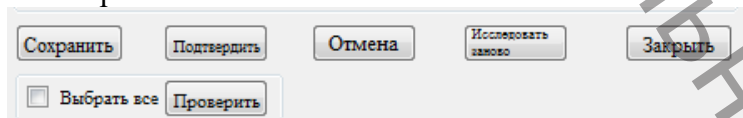

Рисунок 7.2-8 Интерфейс подтверждения результатов
- 1) После исследования пробы сначала необходимо заполнить результат, затем нажать кнопку сохранения для сохранения информации соответствующего результата в разделе данной пробы (рис. 7.2-8).